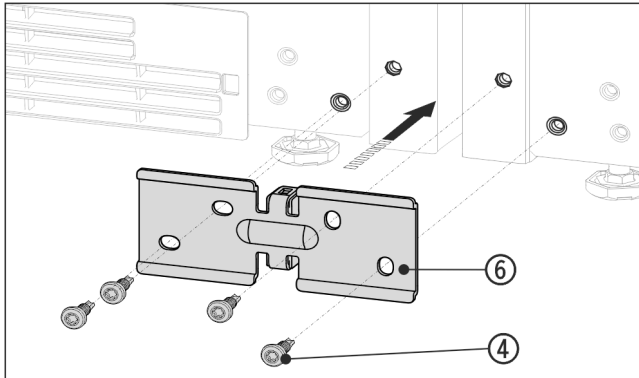

Fig. 15 Esimerkkikuva
- Työnnä kulma Fig. 15 (6) ja välikappale laitteiden väliin ja ruuvaa se löysästi kiinni 4 ruuvilla Fig. 15 (4).